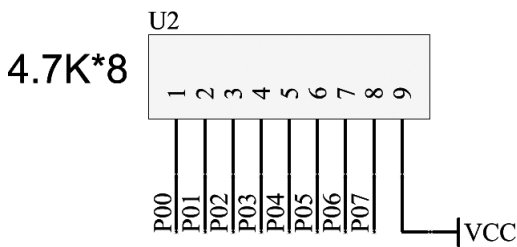

图 15-26 完成连线后的驱动电路原理图
(1) 放置元件。在元件库“Miscellaneous Connectors.IntLib”中将该电路模块中用到的元件 Header9 放到原理图中。
(2) 选择菜单栏中的“放置”→“文本字符串”命令，或者单击绘图工具栏中的 (放置文本字符串) 按钮，在元件左侧标注“4.7K*8”。
(3) 选择菜单栏中的“放置”→“电源符号”命令，或单击“布线”工具栏中的 按钮，在引脚 9 处放置电源符号。
(4) 选择菜单栏中的“放置”→“网络标号”命令，或单击“布线”工具栏中的 (放置网络标号) 按钮，移动光标到需要放置网络标签的导线上，设置输入所需参数，完成连线后的驱动电路原理图如图 15-26 所示。单击“原理图标准”工具栏中的 (保存) 按钮，保存原理图文件。